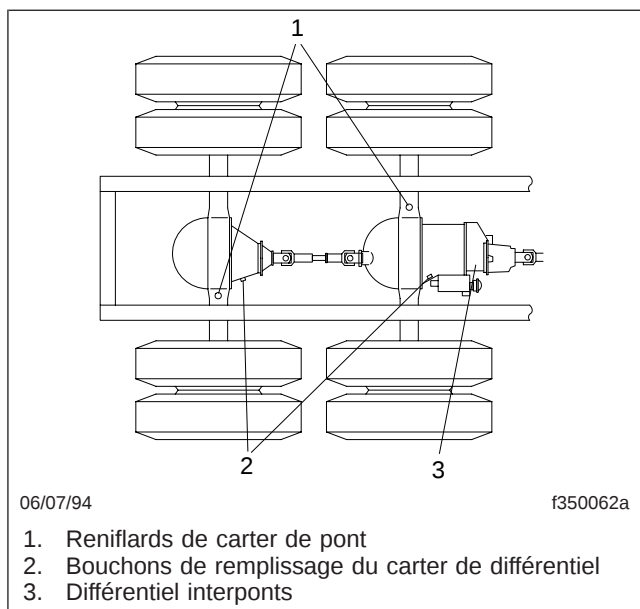

Fig. 7, Reniflards de carter de pont Meritor
5. Vérifiez le reniflard du carter de pont. Assurez-vous qu'il est ouvert et non obstrué; voir la **figure 7**. Si le reniflard est bouché ou endommagé, nettoyez-le ou remplacez-le.
5. Vérifiez le reniflard du carter de pont. Assurez-vous qu'il est ouvert et non obstrué. Si le reniflard est bouché ou endommagé, nettoyez-le ou remplacez-le. Voir la **figure 7**.